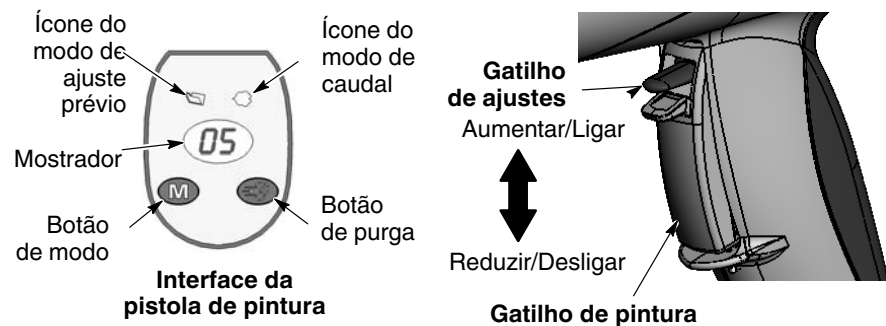

Figura 4-3 Comandos da pistola
1. Consulte a figura 4-3. Solte o gatilho de pintura. Os ajustes prévios não podem ser modificados enquanto a pistola estiver actuada.
1. Consulte a figura 4-3. Prima e mantenha premido o botão de **Modo** até o ícone do **Modo de caudal** se acender.
1. Consulte a figura 4-3. Aponte a pistola para pintura para dentro da cabina e solte o gatilho de pintura.